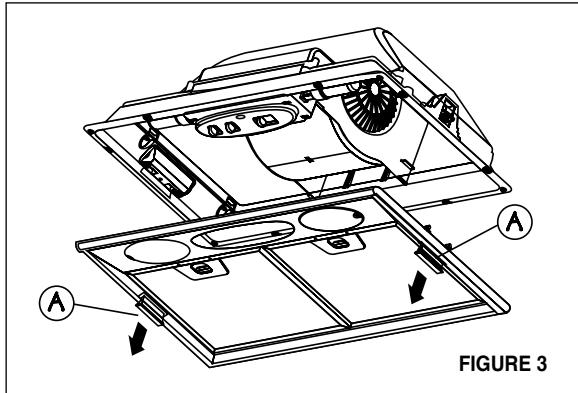

FIGURE 3
- Retirer le bas de la hotte en tirant sur les pattes grises (**A de la FIGURE 3**) qui se trouvent sur les deux côtés.
- Replacer le bas de la hotte et appuyer sur les pattes grises (**A de la FIGURE 3**).